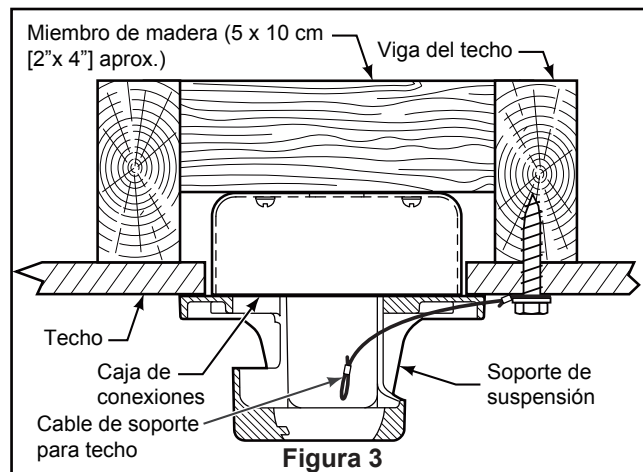

Figura 3
Uso del soporte (Figura 3)
3. Retire el clip de horquilla y pasador de horquilla de la parte inferior de la bola para colgar. Retener el pasador y clip para la reinstalación en el paso 5. (Figura 3)
1. Perfore un orificio de 1/4" en la estructura del edificio para evitar grietas con la instalación del tornillo de intervalo. Utilice el tornillo de intervalo de 3/8"x 2" y la arandela plana para fijar el cable de seguridad a la viga del techo o a la estructura de madera. Dicho tornillo pasará a través de arandela plana, la presilla del cable de seguridad y se fijará en la estructura del edificio. (Figura 3)
NOTA: el cable de soporte para techo no se puede asegurar solamente a la caja de conexiones; se debe asegurar directamente a la viga de techo o miembro estructural con el tornillo de cabeza cuadrada de 3/8"x2" y la arandela plana. (Figura 3)
- 2.** Deslice el receptor en el soporte de suspensión antes de realizar el cableado como se muestra en la figura 3.